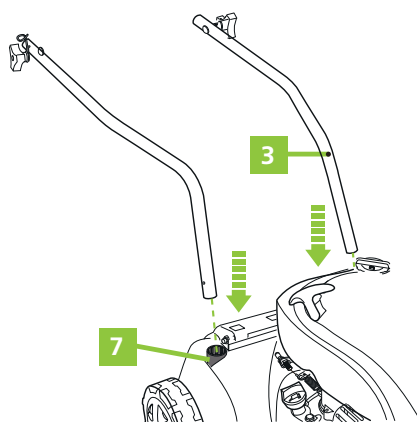

Figure 2
2. Insérer les barres inférieures (3) dans les supports de couvercle (7) jusqu'à l'extrémité. Veillez à ce que les trous de fixation des barres inférieures soient alignés avec ceux des supports (Fig. 2).